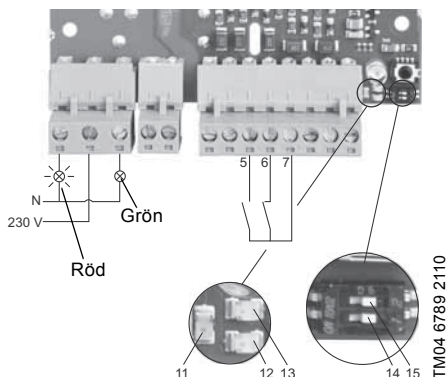

Fig. 9 Detektering av hög vattennivå
Se fig. 9.
Använd plint (pos. 6) om brytande kontakt ska användas för att indikera hög vattennivå. Se fig. 9.
Se avsnitt 7.1.1 Systemlarm och -varningar och fig. 9.